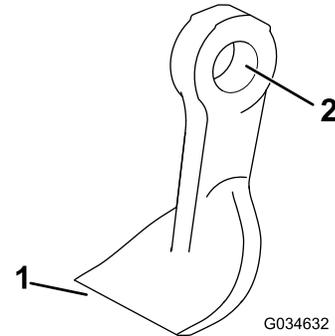

Figura 75
4. Inspeccione cada cuchilla en busca de daños, prestando especial atención a las fijaciones, el filo de corte y el orificio de sujeción (Figura 75). Sustituya cualquier cuchilla o fijación que esté dañada.